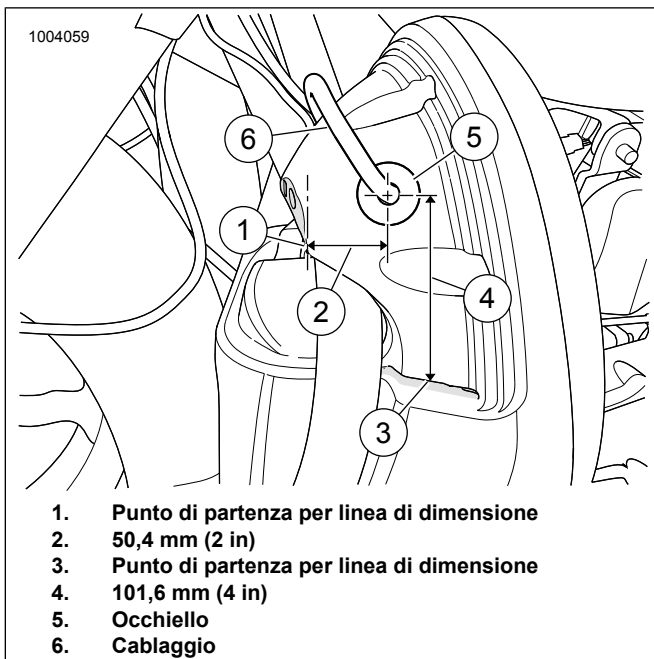

Figura 11. Mostrata carenatura inferiore di sinistra
8. Vedere la figura 11. Contrassegnare la posizione per il foro pilota sul lato esterno della carenatura inferiore.
- a. Punto di partenza per la linea di dimensione (1) (retro della carenatura inferiore).
- c. Punto di partenza per la linea di dimensione (3) (curva interna).